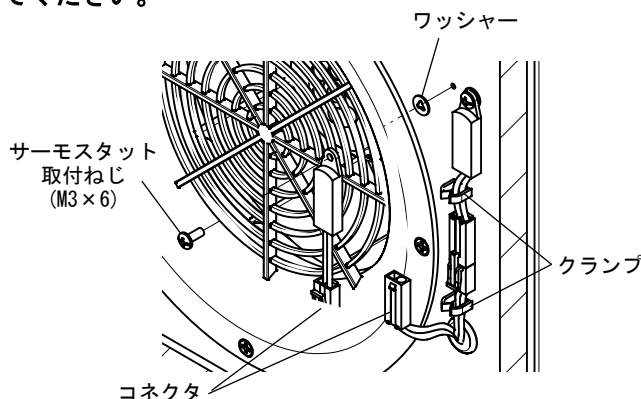

図 8 サーモスタット交換方法
- ①サーモスタットが接続されているコネクタを取外してください。(図 8)
- ②サーモスタット取付ねじ (M3×6) を外して、リード線をクランプから取外してください。